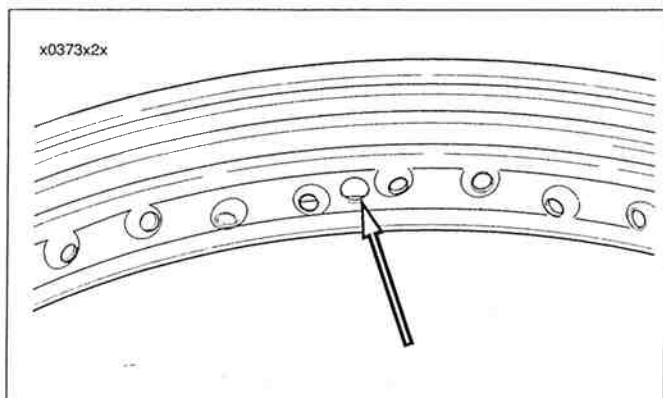

Figura 2-32. Ubicación del agujero del vástago de la válvula
- Vea la Figura 2-32. El agujero del vástago de la válvula está centrado en el aro, por lo que no hay que preocuparse por encontrar la relación correcta entre el aro y el cubo.